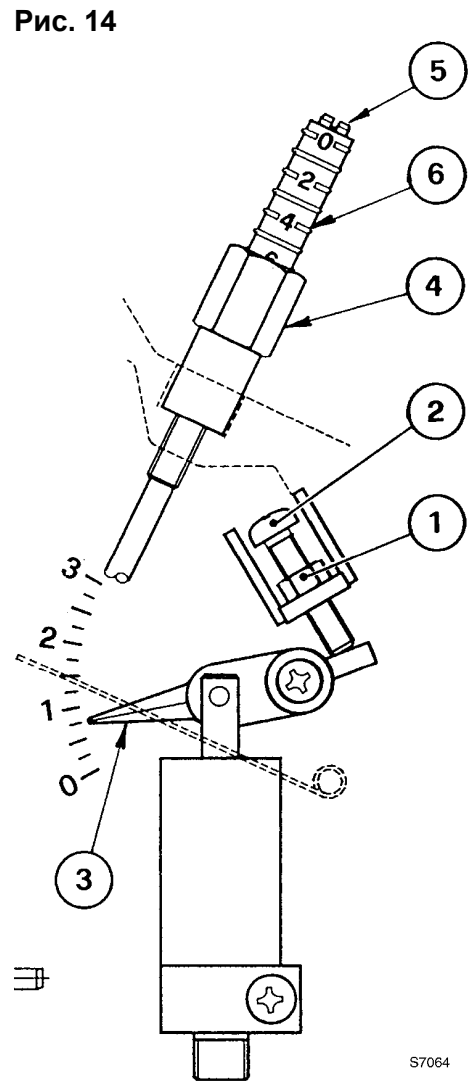

Рис. 14
Ослабьте гайку (1), поворачивая винт (2) сделайте так, чтобы стрелка-указатель (3) переместилась в нужное положение. После чего затяните гайку (1) (смотри рисунок 14).
Ослабьте гайку (4), поворачивая винт (5) сделайте так, чтобы шкала-указатель (6) переместилась в нужное положение. После чего затяните гайку (4) (смотри рисунок 14).